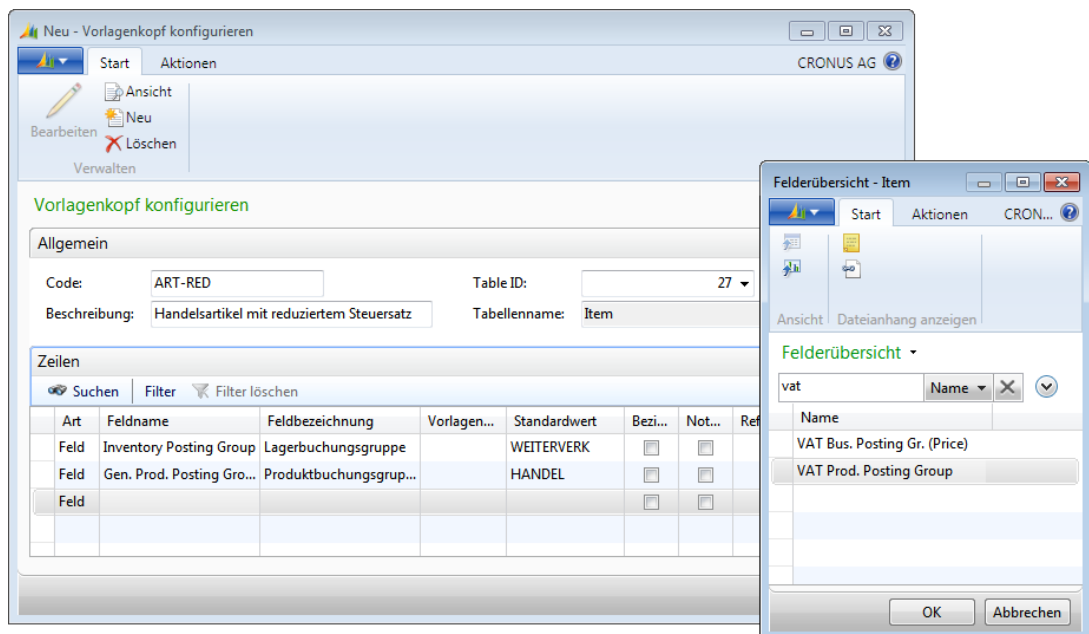

Abbildung 3.7 Auswahl des Feldnamens beim Erfassen der Vorlagenzeile zur MwSt.-Produktbuchungsgruppe
7. Anschließend erfassen Sie je eine weitere Zeile für die »Gen. Prod. Posting Group« mit dem *Standardwert* »HANDEL« und die »VAT Prod. Posting Group« mit dem *Standardwert* »VAT7« (siehe Abbildung 3.7).